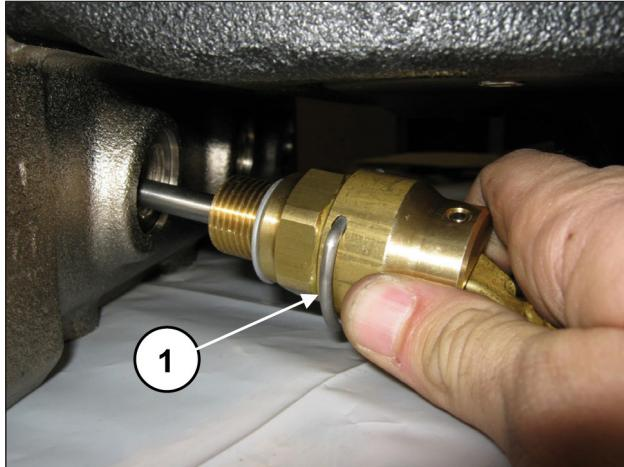
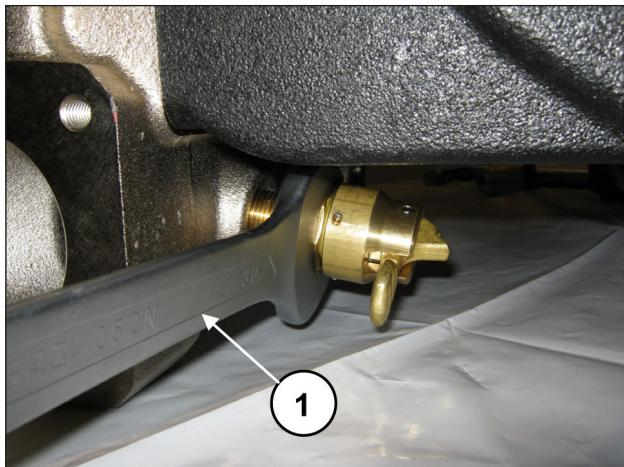

Рис. 150
Рис. 151
Установите устройства открывания клапанов (поз. ①, Рис. 150) и прикрутите их с помощью ключа на 30 мм (поз. ①, Рис. 151).